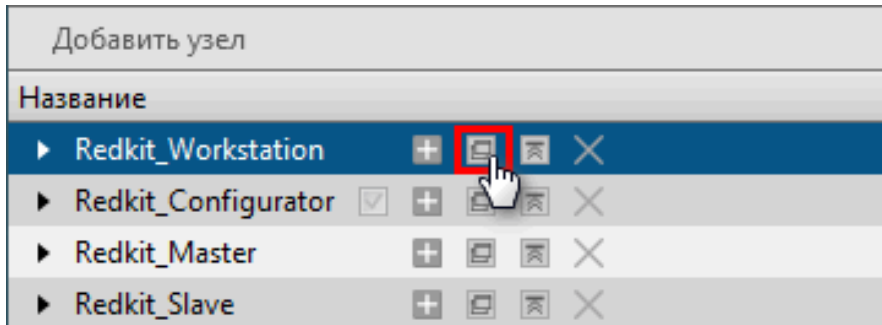

Рисунок 84 - Клонировать узел
1. У узла *Redkit_Workstation* нажмите на кнопку **Клонировать узел**  (Рисунок 84). Будет создан узел *Redkit_Workstation_clone*.